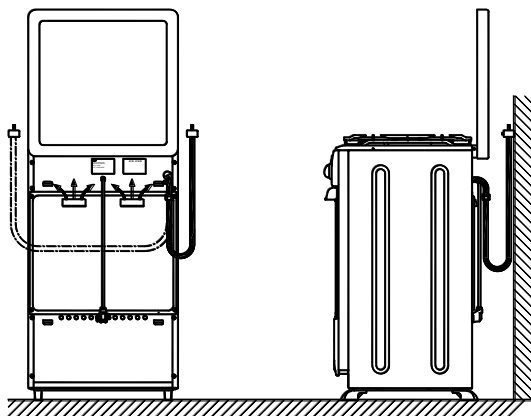

Рисунок 10 – Примеры подключения шланга
- шланг и шнур питания для моделей с электророзжигом не должен проходить в зоне горячего воздуха дымохода и касаться задней стенки плиты (см. рисунок 10).